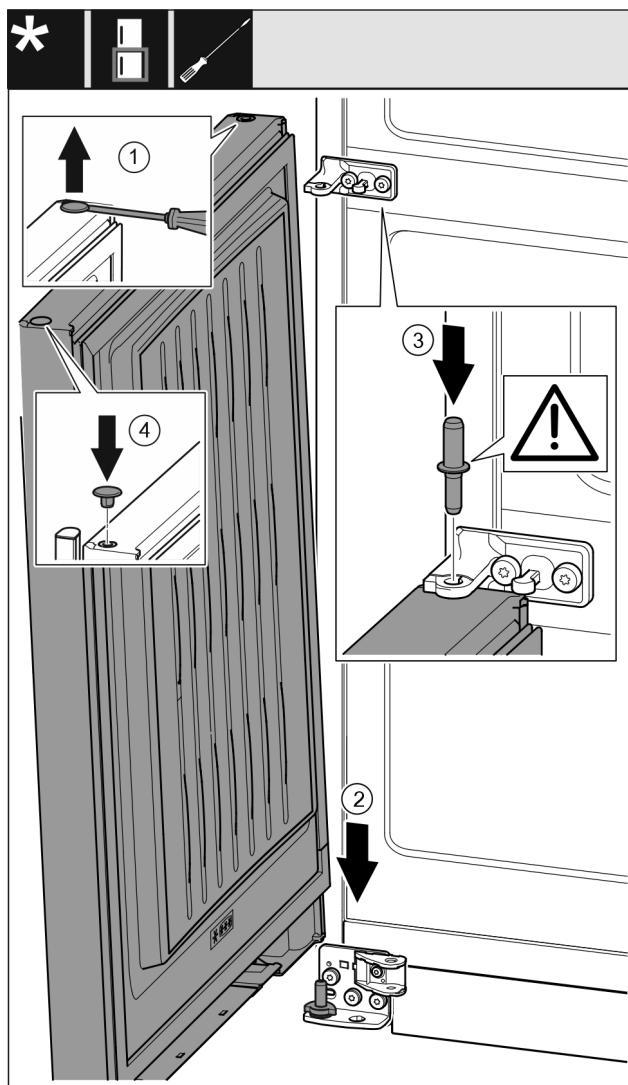

Fig. 41
- Paceliet uzmanīgi ar plakano skrūvgriezi un izvelciet ārā aizbāzni. Fig. 41 (1)
- Uzlīciet durvis no augšas uz apakšējās gultņa tapas. Fig. 41 (2)
- Ievietojiet vidējo gultņa tapu vidējā gultņa balstā apakšējās durvīs. Uzmaniet, lai aiztura izcilnis būtu vērsts virzienā uz aizmuguri. Fig. 41 (3)
- Ievietojiet atpakaļ aizbāzni otrā durvju pusē. Fig. 41 (4)